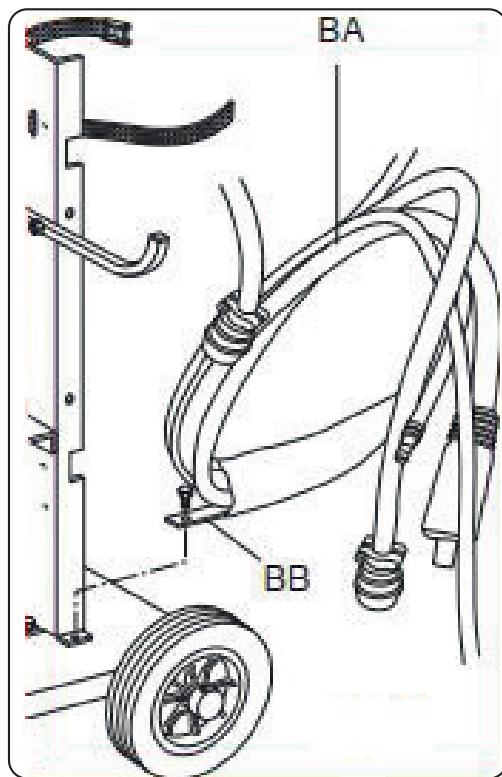

Fig. 3
- ♦ Bloquear la extremidad de la conexión BA, fijando la lengüeta BB al fondo de la máquina (ver fig. 3).